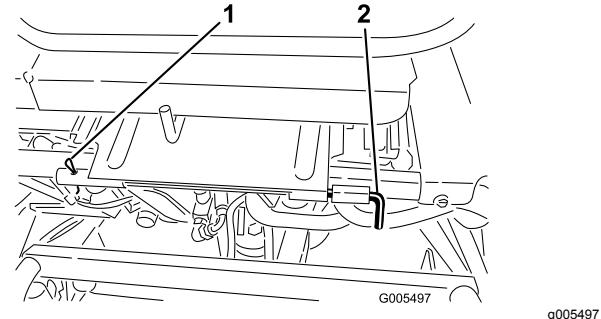

Figura 28
3. Abbassate il sedile e togliete il perno a rullo che fissa l'asta orientabile del sedile al telaio (Figura 28).